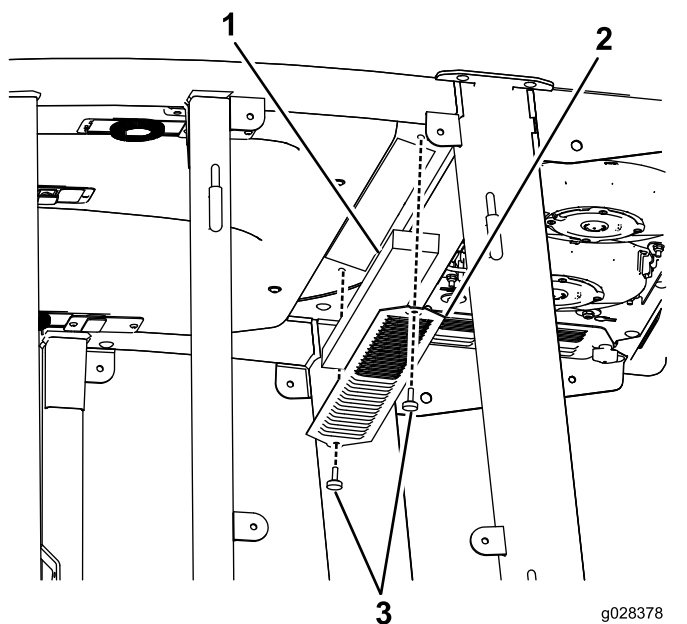
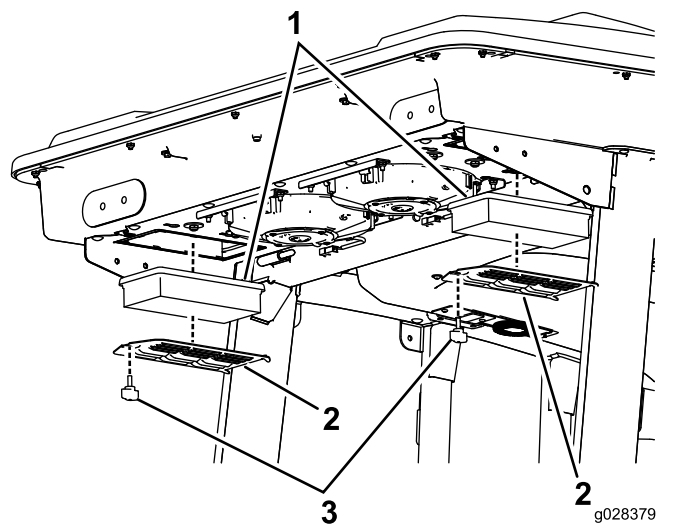
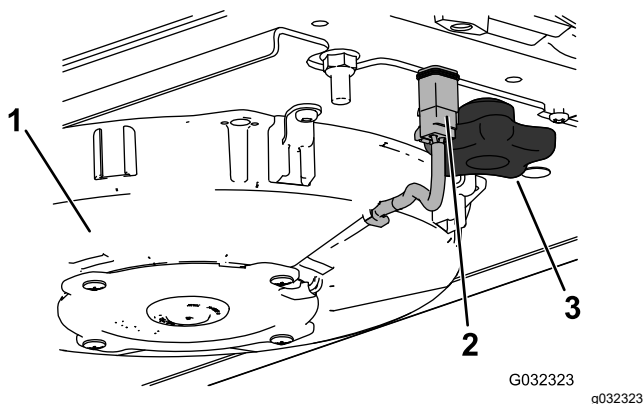
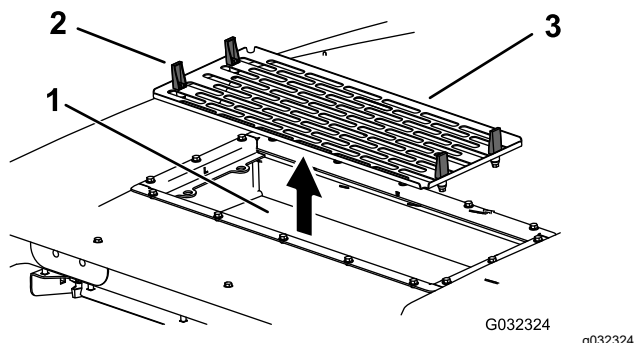

Figure 130
Figure 131
Figure 133
Figure 134
1. Retirez les vis et les grilles des filtres à air intérieur et arrière de la cabine (Figure 130 et Figure 131).
4. Déposez les filtres à air (voir Figure 131).
6. Reposez les filtres à air, la grille et le ventilateur (Figure 131, Figure 133 et Figure 134).
7. Rebranchez le câble de chaque ventilateur (Figure 133).